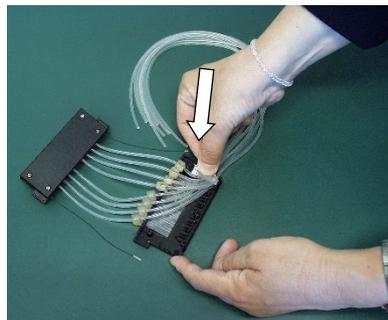

Abbildung 5-43. Einpressen des Schlauchkennzeichnungsschildes
8. Drücken Sie das weiße Schlauchkennzeichnungsschild auf der rechten Seite der unteren Abdeckung des Oberteils der Dispensierkassette (Abbildung 5-43) an seinen Platz.